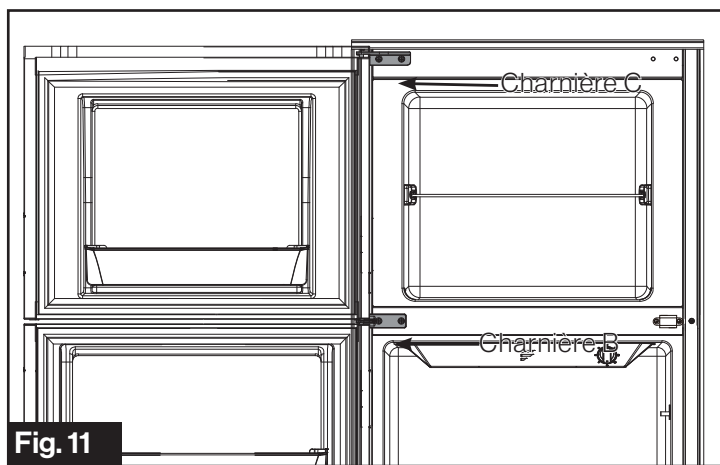

Fig. 11
- Réinstallez la porte du congélateur, puis fixez la charnière C en haut à gauche. (Fig. 11)